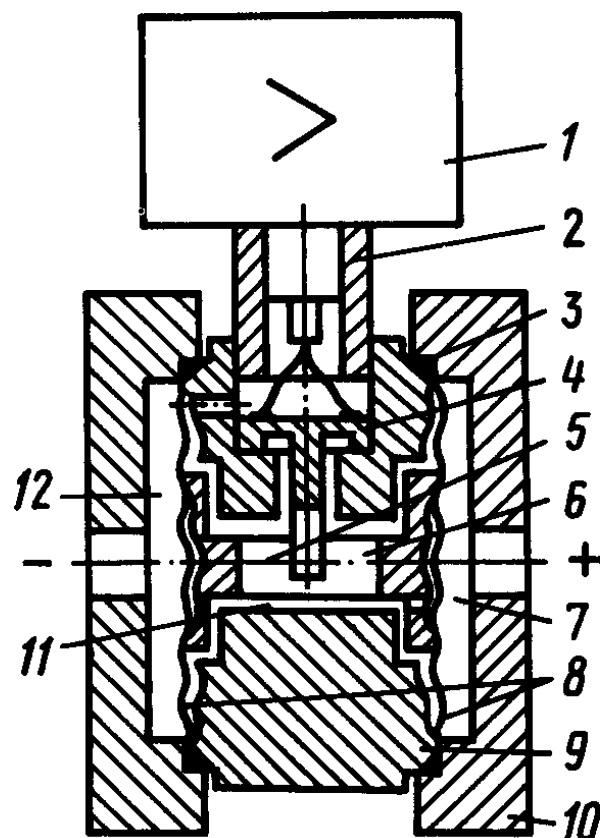

Рис.4
6.7 Схема преобразователей Сапфир-22М моделей 2401, 2410, 2420, 2430, 2434, 2440, 2444 представлена на рис. 4.
6.8 Преобразователи Сапфир-22М моделей 2110, 2120, 2130, 2140, 2310, 2320, 2330, 2340 отличаются от преобразователей, описанных в п. 6.7 тем, что камера 12 (рис. 4) сообщена с окружающей атмосферой.
Преобразователи Сапфир-22М моделей 2210, 2220, 2230, 2240 отличаются тем, что измеряемое давление подается в камеру 12 (рис. 4), а камера 7 сообщена с атмосферой.